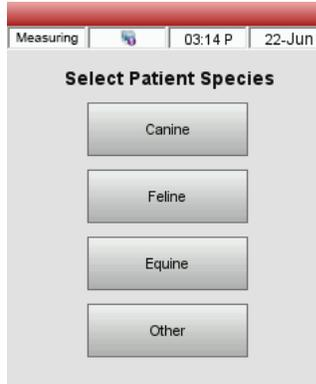

Figura 18. Schermo Misurazione > Selezionare specie del paziente
2. Selezionare la specie (Figura 18).